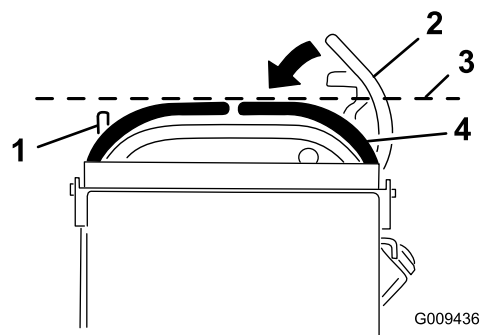

Bild 16
3. Drücken Sie den rechten Fahrtriebshebel nach unten und außen aus der arretierten Neutral-Stellung (Bild 16).
4. Prüfen Sie, ob er horizontal mit dem linken Fahrtriebshebel ausgerichtet ist (Bild 16).